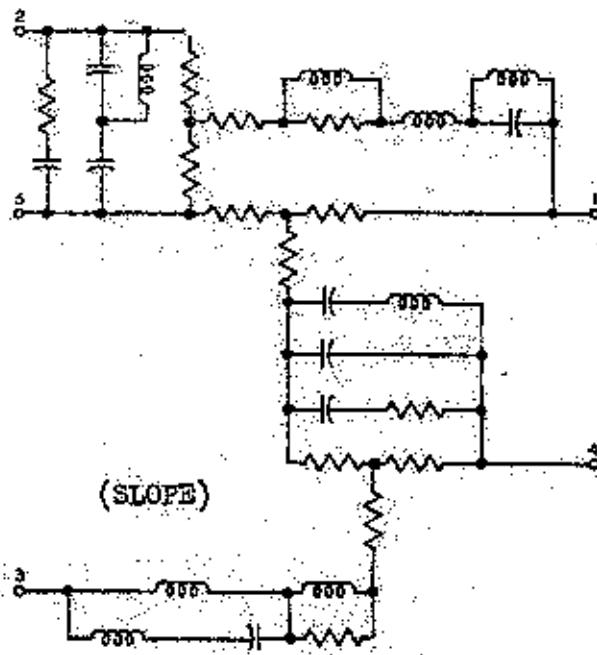

Fig.22 : Circuiti dell'equalizzatore EQ822
- Equalizzatore EQ822 (fig.22)